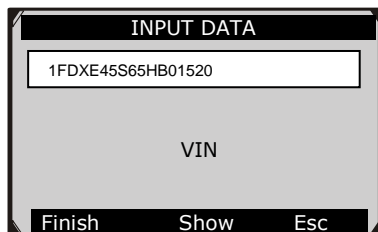

Figura 6.13
- 8) Introducir número de identificación del vehículo correcto (VIN) en el menú de **datos de entrada**. (Figura 6.13)